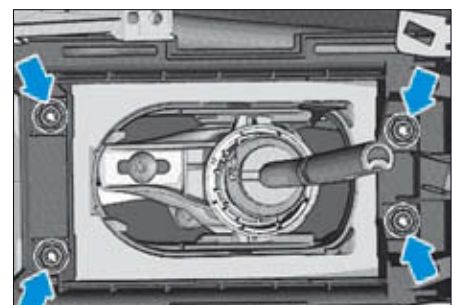

FIG. 2
- Déposer les écrous de fixation (flèches) de la commande des vitesses (Fig.2).